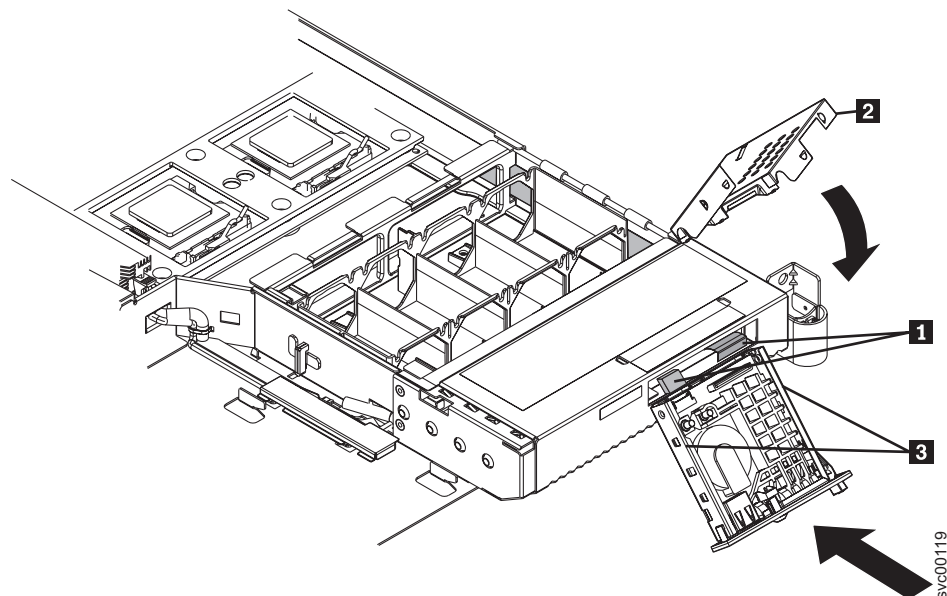

図 166. オペレーター情報パネルの交換
1. アセンブリーの後部 **1** に 2 本のケーブルを接続します。199 ページの図 166 を参照してください。